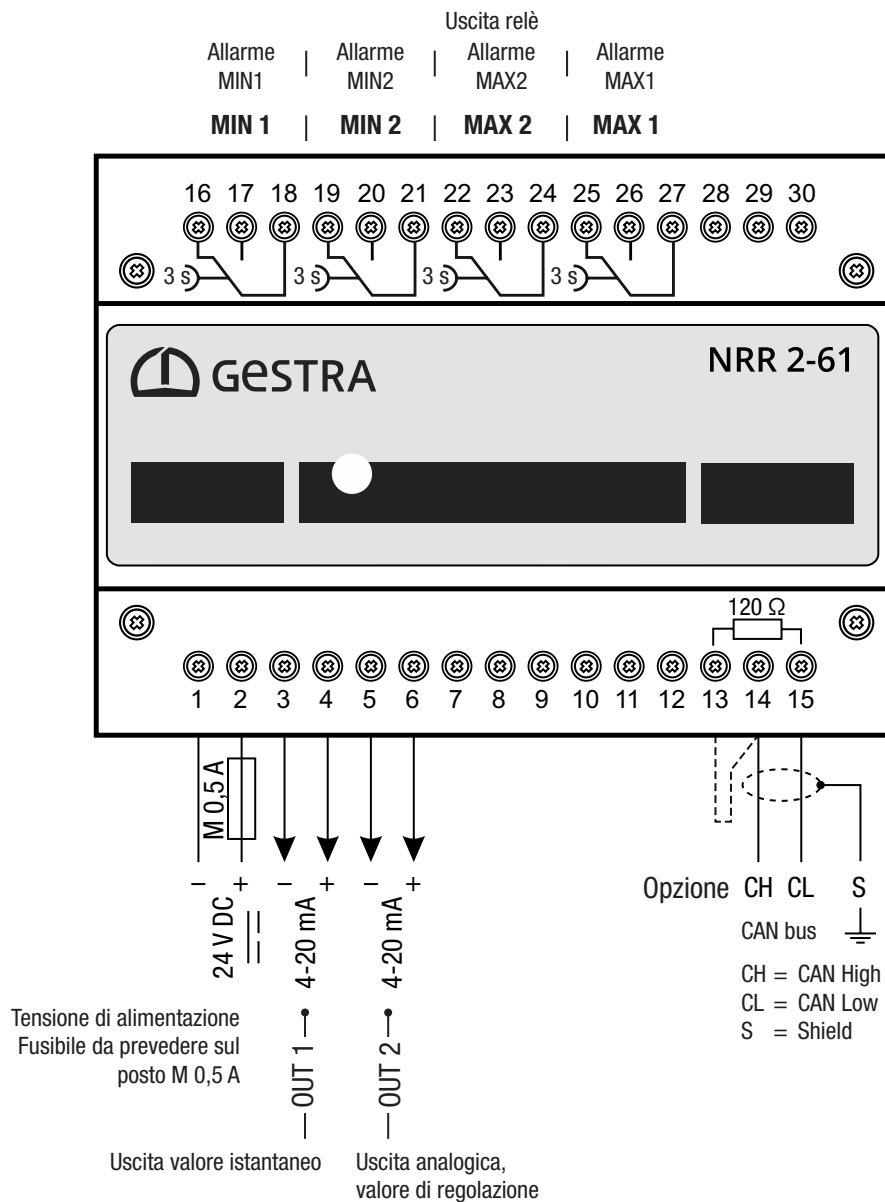
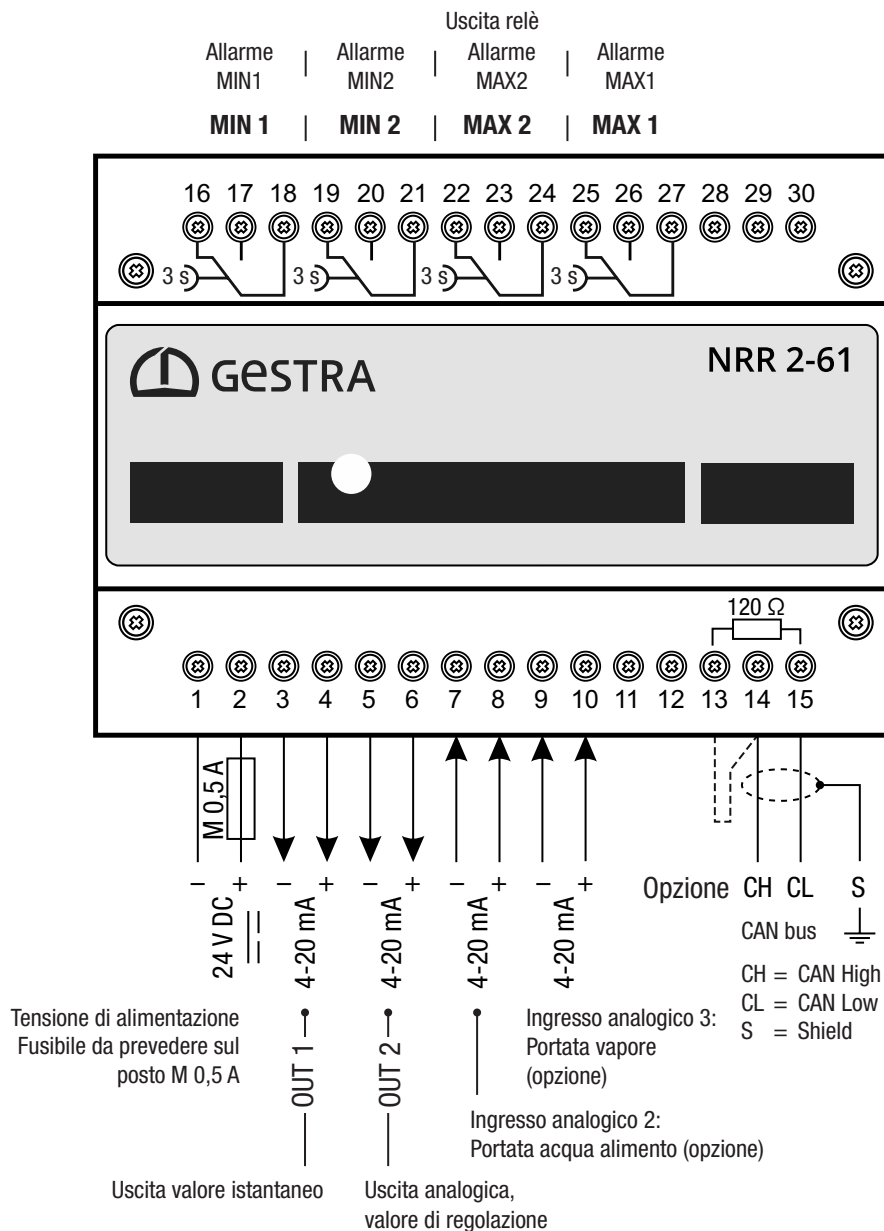

Fig. 7
Fig. 8
- Per il collegamento del regolatore di livello e dei suoi componenti attenersi agli schemi elettrici Fig. 7 / Fig. 8 riportati nelle presenti istruzioni.
- Collegare le uscite in base allo schema elettrico Fig. 7 / Fig. 8.